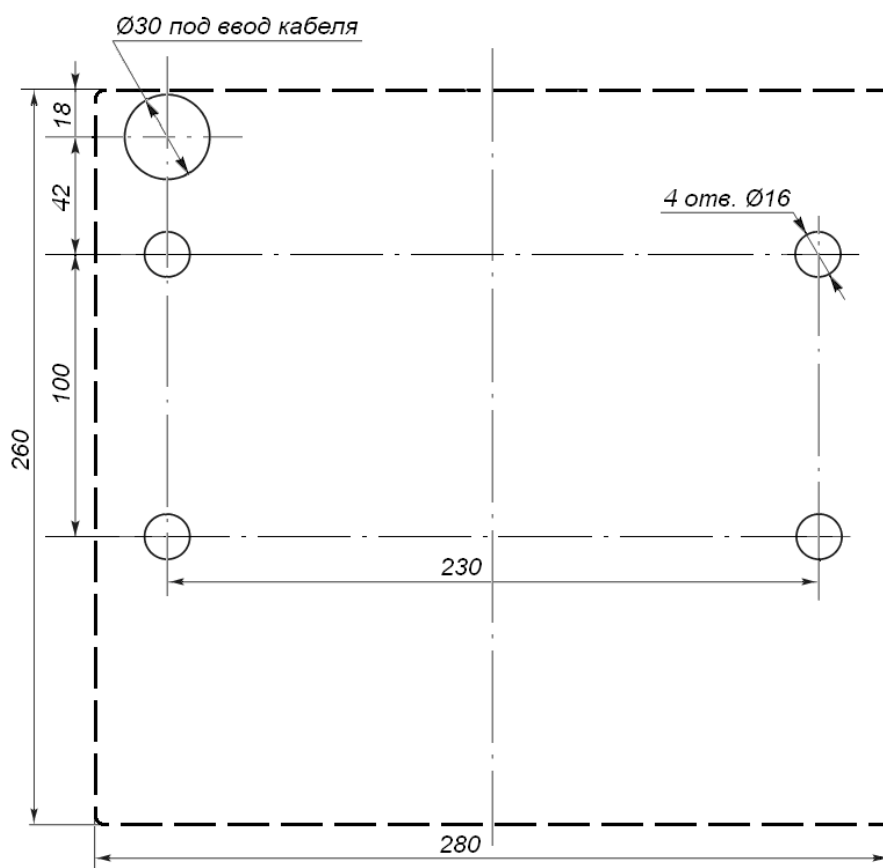

Рисунок 9. Разметка отверстий в полу под крепление стойки турникета и отверстия для ввода кабелей (пунктиром показаны габариты основания турникета)
- 2 Подготовьте в полу отверстия под гильзы анкеров (15) для крепления стойки турникета (см. рисунок 9).
При необходимости прокладки кабелей под поверхностью пола подготовьте в полу кабельный канал, подходящий к отверстиям для ввода этих кабелей в стойку турникета (рисунок 9). Установку и крепление стойки турникета производите после прокладки всех кабелей в кабельном канале и внутри стойки турникета.